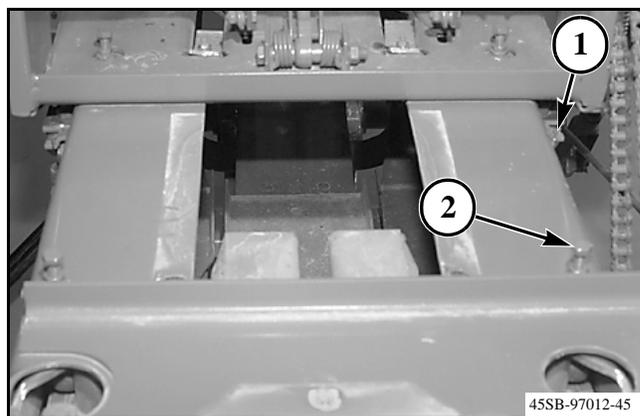

FIG. 32
FIG. 32: Si un espacio entre el riel superior y un rodillo superior no es el correcto, afloje ligeramente los seis pernos de montaje (1) de los rieles superiores.